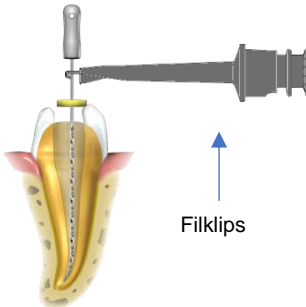
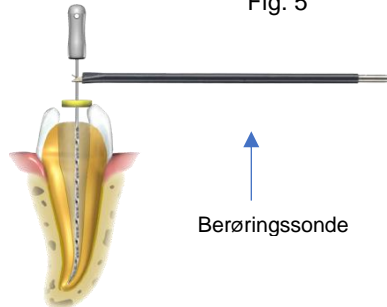

Fig. 6
Fig. 7
3. Sett filen forsiktig inn i kanalen og koble filklipsen til filens metallskaft – se fig. 6. Eventuelt kan du bruke berøringssonden til å opprette elektrisk kontakt med den endodontiske filen – se fig. 7.